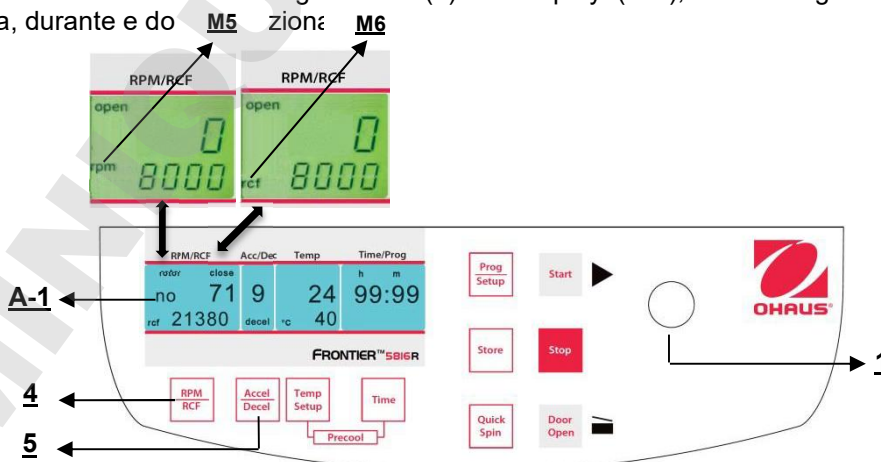

Figura 16
Questa preselezione è attivata mediante il tasto **"RPM | RCF"** (4) (fare riferimento alla figura 16 qui di seguito). Premendo una volta il tasto, la parola **"rpm"** (M5) lampeggia. Premendo due volte il tasto, è possibile selezionare la preselezione delle forze centrifughe. Poi compare la parola **"rcf"** (M6) lampeggiante. Si possono impostare i valori desiderati mediante la manopola di regolazione (1). Nel display (A-1), il valore regolato è visualizzato in permanenza, prima, durante e do